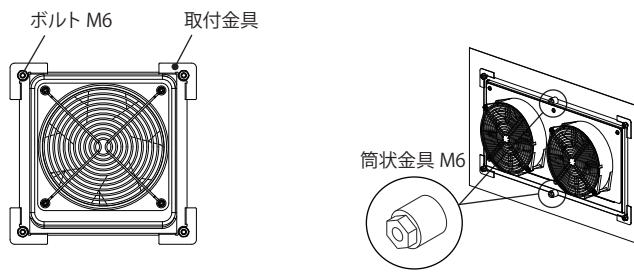

図 3 SLS-4424FR(C)、FSR、K(H) (-2)R(C) の固定方法
SLS-4424FR(C)、FSR、K(H) (-2)R(C) の場合のみ 6 点止めになります。中心の 2 か所は筒状金具 M6 をボルトに締め付けてください。(図 3)